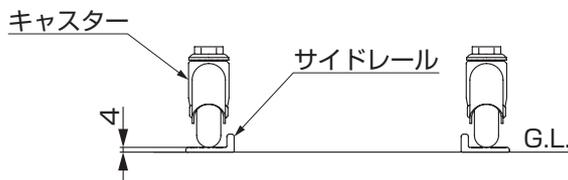

図2-4 サイドレール仕様
- サイドレール仕様の際はサイドレールの厚さ4mm分伸縮本体が高くなります。(図2-4参照)